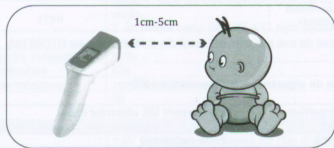

Figura 2: Poziția și distanța la măsurare
■ Termometrul trebuie aliniat cu mijlocul frunții pentru a măsura temperatura corpului (Între sprâncenele de deasupra) și menținând distanța verticală, apăsați butonul On / Scan, temperatura afișându-se imediat, a se vedea figura 2.
Măsurat în afara distanței: 1-5 cm Pozitie de testare incorectă	Distanța optimă de măsurare este de 1 cm. Vezi figura 2 Pozitia și distanța de măsurare.